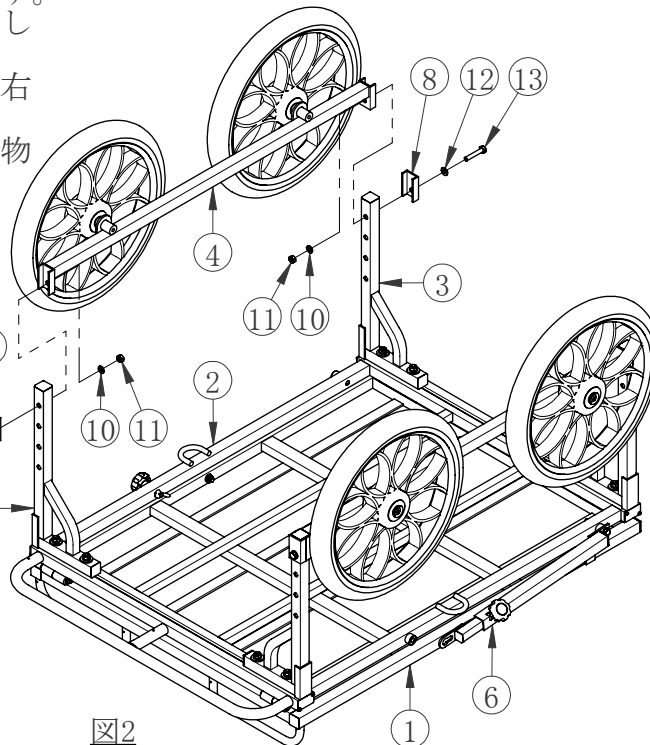

図2
- ・図2のように④タイヤフレームを作業のしやすい高さに合せ、取付固定してください。
- ・③サイドフレームをスライドさせ左右のタイヤ幅を畝幅等に合わせ、固定してください。